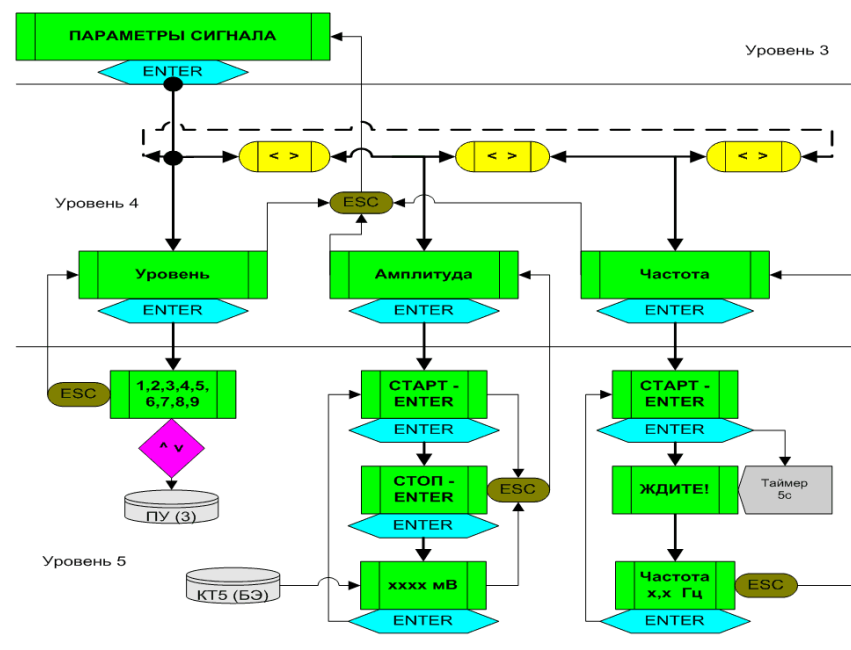

Рис. 3.2. Структурная схема раздела «ПАРАМЕТРЫ СИГНАЛА» системного меню ПУ
3.2.2.4. Раздел «**ПАРАМЕТРЫ СИГНАЛА**» при нажатии клавиши «ENTER» переходит в 3 подраздела (4-й уровень системного меню): «**Уровень**», «**Амплитуда**», «**Частота**». Переход между подразделами осуществляется с помощью клавиш «→» или «←». Переход на более высокий уровень осуществляется с помощью клавиши «ESC». На рис. 3.2. представлена структурная схема раздела «**ПАРАМЕТРЫ СИГНАЛА**».
Для измерения резонансной частоты в системном меню (основного уровня) предусмотрен раздел **«ПАРАМЕТРЫ СИГНАЛА»**, в который входят 3 подраздела (рис. 3.2.). Процесс измерения начинается с подраздела **«Амплитуда»**, в котором измеряется амплитуда шума в КТ5 при текущем (штатном) состоянии СЗ (в отсутствии воздействий). Затем в подразделе **«Уровень»** выставляется порог дискриминации значимого сигнала (помехи), превышающий амплитуду шума. И, наконец,
3.2.4.3. В разделе системного меню **«ПАРАМЕТРЫ СИГНАЛА»** (рис. 3.2.) нажать клавишу «ENTER» и войти в подраздел **«Уровень»**, перейти (с помощью клавиши «→») в подраздел **«Амплитуда»**.